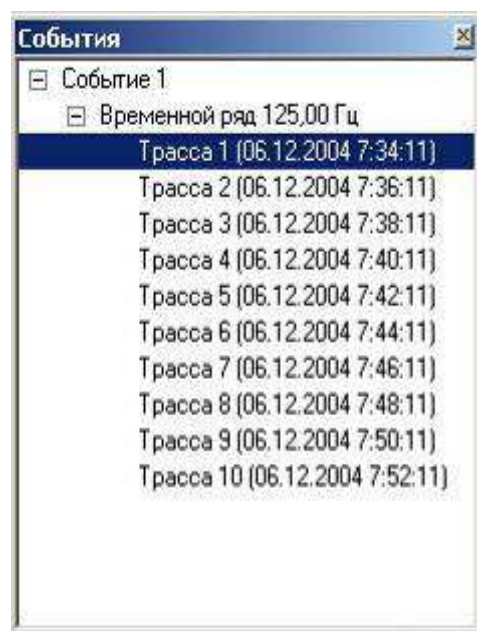

Рисунок 4.2 –
4.9.7 Метка в окне **Список событий** вызывает всплывающее окно (рис. 4.2) со списком событий, временных рядов и трасс, входящих в файл с собранными данными. Оператор имеет возможность выбрать из списка любой фрагмент данных.